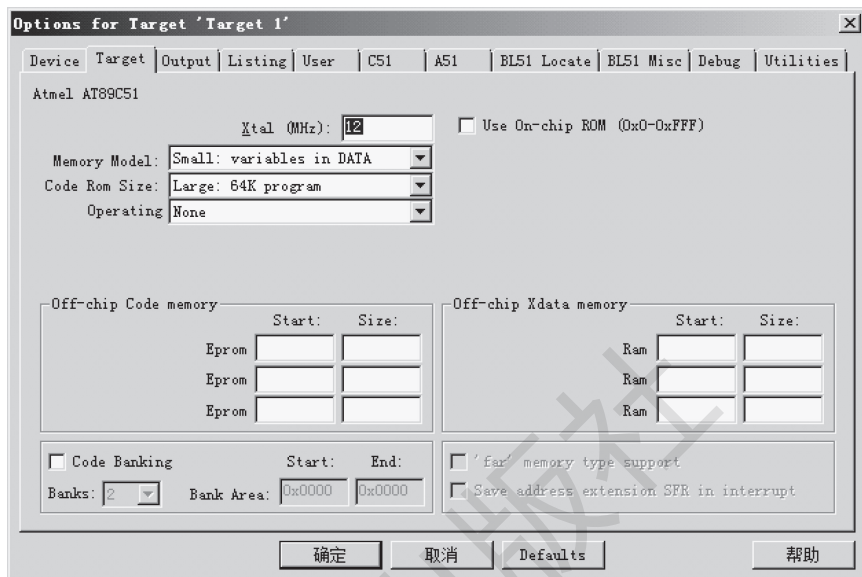

图 1-14 Options for Target 'Target 1' 对话框
(4) 第四步：设置软件参数。单击“”按钮，设置此芯片的选项，屏幕上出现如图 1-14 所示的对话框。在这个对话框里要设置此芯片的工作频率与所需要输出的文件。首先在 Target 选项卡的“Xtal (MHz)”字段输入“12”，表示设置工作频率为 12 MHz。